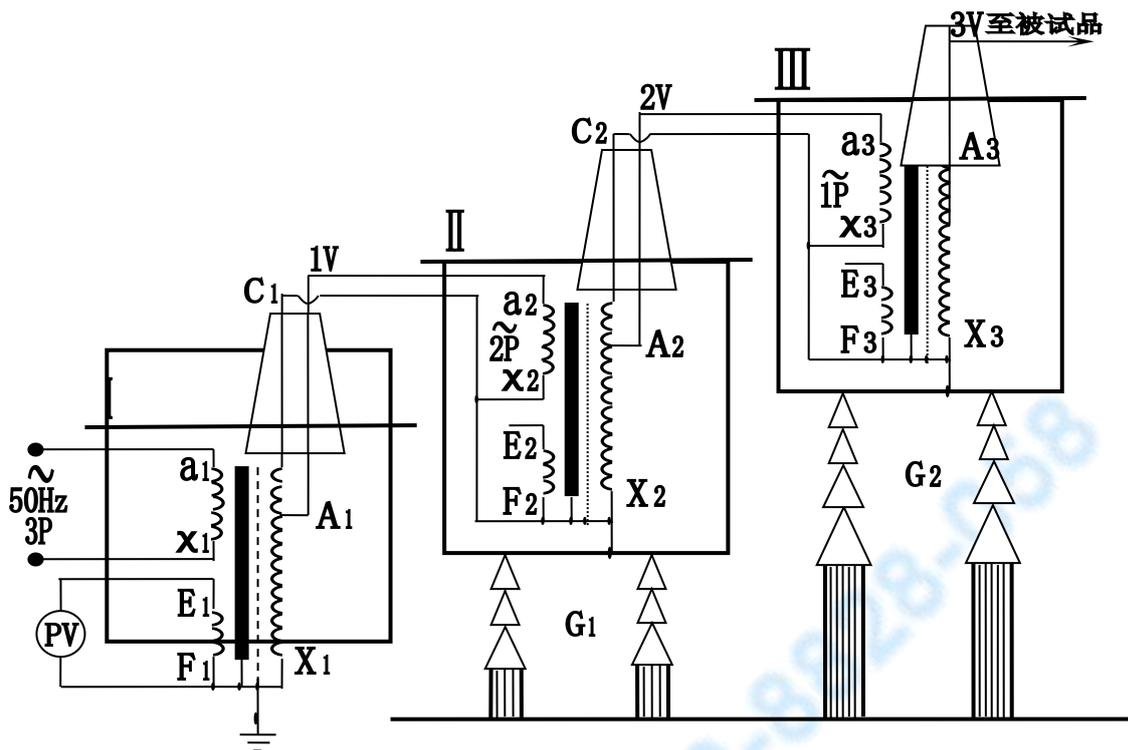

图 5: 三台试验变压器串级接线原理图
3、三台试验变压器串级获得更高电压的接线原理见图 5。串级高压试验变压器有很大的优越性，因为整个试验装置由几台单台试验变压器组成，单台试验变压器容量小、电压低、重量轻，便于运输和安装。它既然可串接成高出几倍的单台试验变压器输出电压组合使用，又可分开成几套单台试验变压器单独使用。整套装置投资小，经济实惠。图 5 中，在第一级和第二级的每个单元试验变压器中都有一个励磁绕组 A1、C1 和 A2、C2。在三台串级试验变压器基本原理中，低压电源加在试验变压器 I 的初级绕组 a1x1 上，单台试验变压器 I、II、III 的输出电压都是 V。励磁绕组 A1、C1 给第二级试验变压器 II 的初级绕组供电；第二级试验变压器 II 的励磁绕组 A2、C2 给第三级试验变压器 III 的初级绕组供电。第二级试验变压器 II 和第三级试验变压器 III 的箱体分别处在对地为 1V 和 2V 的高电位上，所以箱体对地是绝缘的，试验变压器 I 的箱体是接地的。这样第一级、第二级、第三级试验变压器对地的额定输出电压分别为 1V、2V、3V；其额定容量分别为 3P、2P、1P。